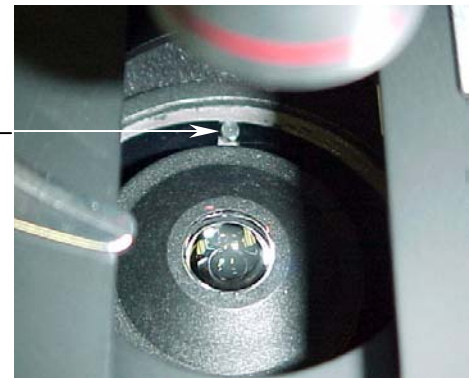

Fig. 3
- d. Insérer le condenseur dans son support de façon à ce que la fente du collier coïncide avec le pivot de positionnement (Fig. 3)